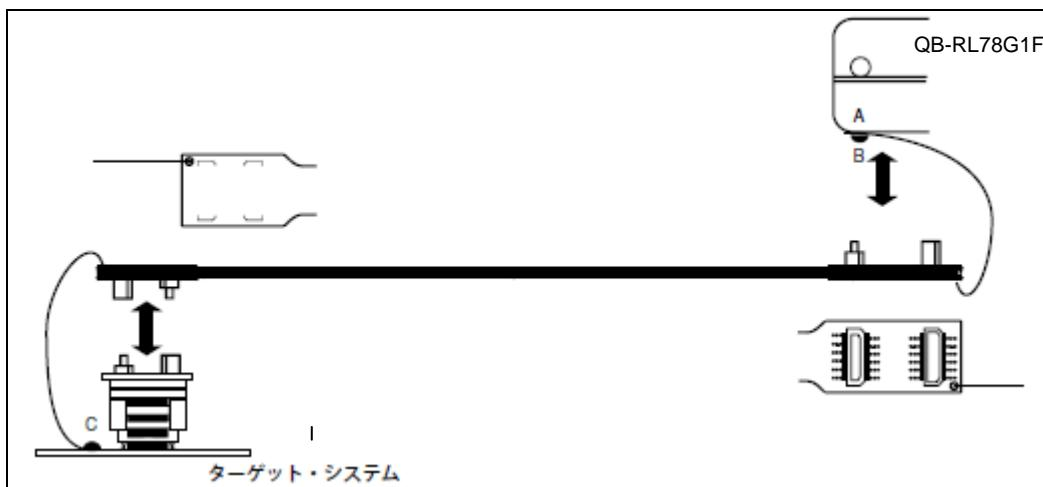

図2-8 GND線
- ①エミュレーション・プローブのQB-RL78G1F側のGND線を、QB-RL78G1Fの下面のナットに#0または#1の（+）精密ドライバで固定します（図2-8のAとBの接続）。
- ②次にエミュレーション・プローブの上面のコネクタをQB-RL78G1F下面開口部のコネクタに下方より差し込み方向を注意しながら差し込みます。
- ③ターゲット・コネクタに、エクスチェンジ・アダプタ、エミュレーション・プローブを接続します。
- ④エミュレーション・プローブのターゲット・システム側のGND線を、ターゲット・システムのGND部に接続します。たとえばターゲット・システムのGND部にピンまたはネジ等が固定されている場合、GND線先端の透明な端子カバーを取り除き、GND線のY字型端子をターゲット・システムへ固定します（図2-8のC）。ターゲット・システム上のGNDが露出したパッドの場合、同様にY字端子をターゲット・システム上のパッドへ半田付け等で固定します（半田ごて設定推奨温度 300°C）。